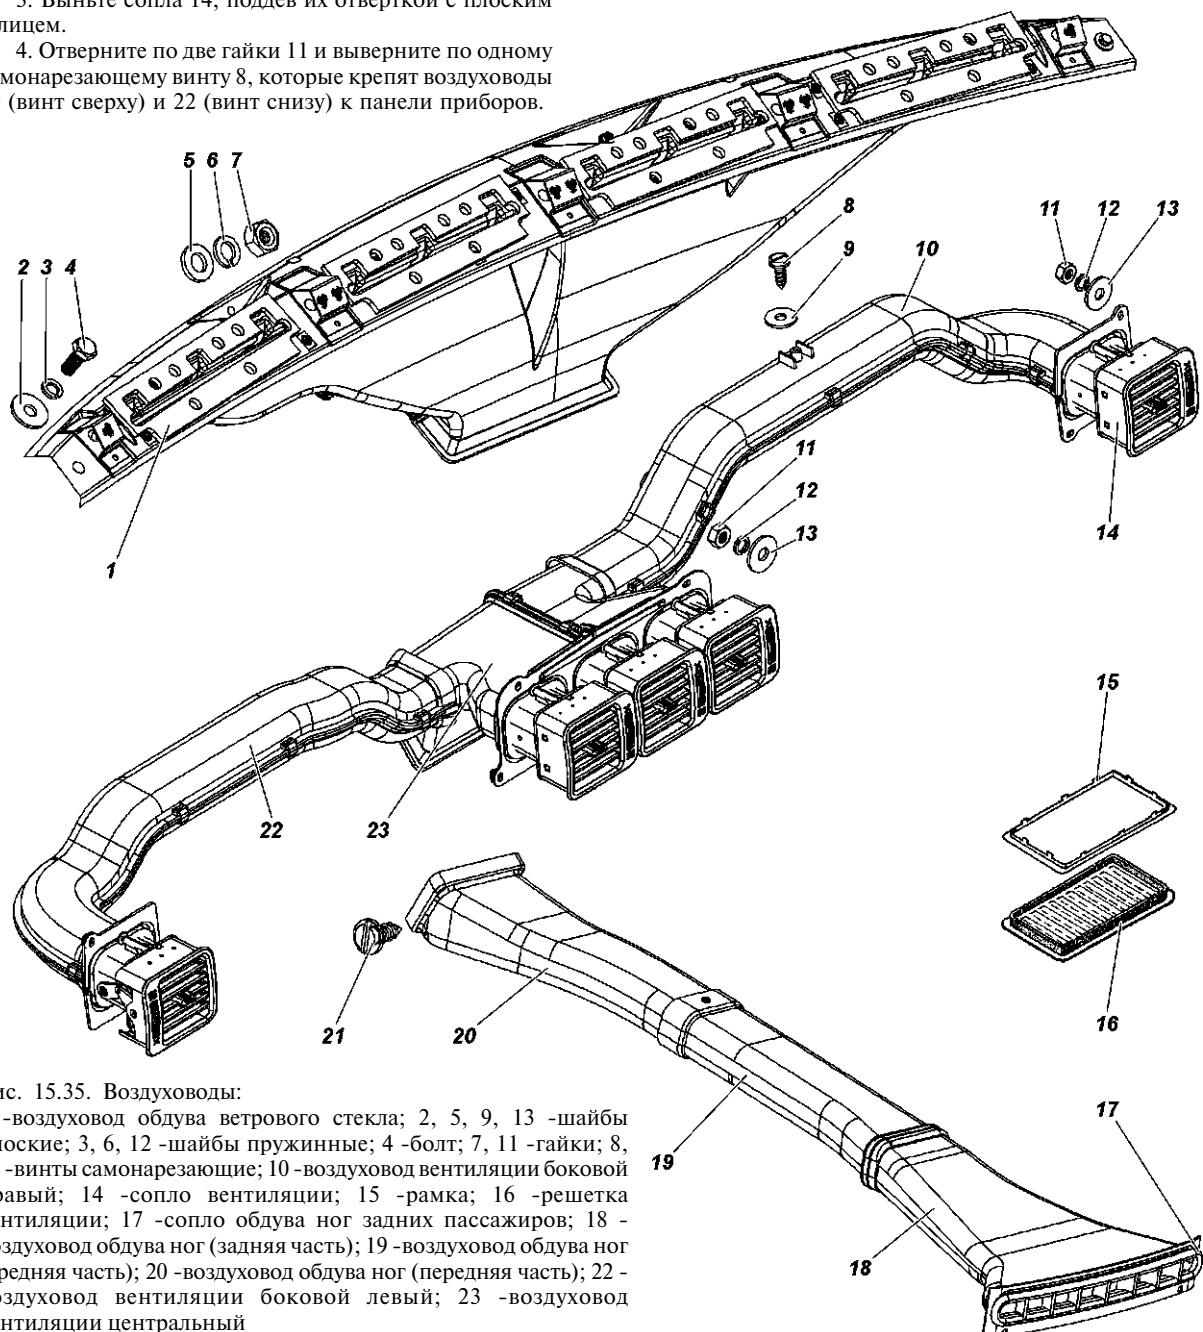

Рис. 15.35. Воздуховоды:
7. Отверните два самонарезающих винта 21 (см. рис. 15.35) крепления воздуховода обдува ног пассажиров, расположенных на трехместном сиденье. Отсоедините переднюю 20 и среднюю 19 части воздуховода от задней 18, снимите воздуховод. Выньте сопло 17 обдува. При необходимости, отвернув самонарезающие винты, разъедините переднюю и среднюю части.
- Снимите панель приборов в сборе с воздуховодами. Гайки 7 (см. рис. 15.35) одновременно служат для крепления панели приборов и воздуховода обдува ветрового стекла.